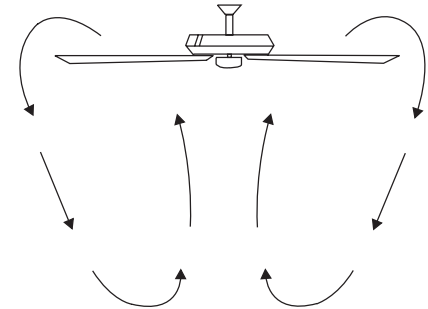

Figura 20
**Operación en clima frío: Retroceso (en sentido de las agujas del reloj).** Un flujo de aire ascendente mueve el aire caliente de las áreas del techo (Figura 20). Esto le permite configurar su unidad de calefacción en una configuración más fría sin afectar su comodidad general.